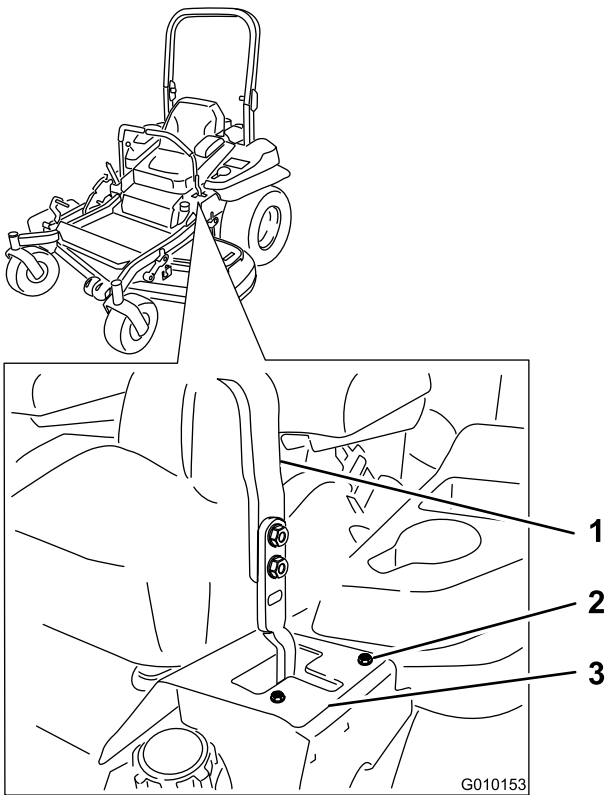

Figure 59
- Si la machine se déporte à droite, desserrez les boulons et déplacez la plaque de butée gauche en arrière sur la fente en T gauche, jusqu'à ce qu'elle se déplace en ligne droite (**Figure 59**).
- Si la machine se déporte à gauche, desserrez les boulons et déplacez la plaque de butée droite en arrière sur la fente en T droite, jusqu'à ce qu'elle se déplace en ligne droite (**Figure 59**).
8. Serrez les boulons de la plaque (**Figure 59**).